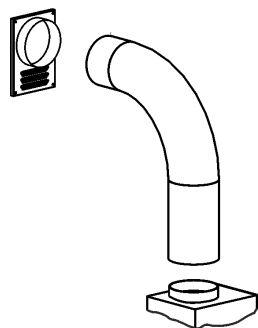

рис. 7
6.2 В зависимости от режима эксплуатации кухонной вытяжки соедините вентилятор с вентиляционной решеткой (рис. 7) полужестким гофрированным воздуховодом (либо его аналогом) или установите угольные фильтры (рис. 8).